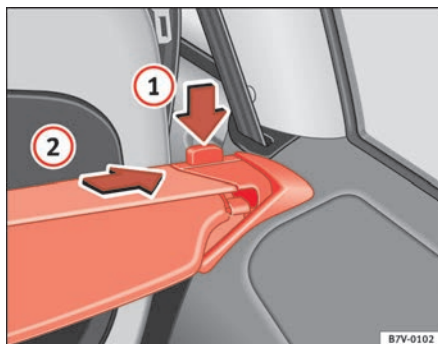

Abb. 114 Gepäckraumabdeckung: rechter Halter
- Drücken Sie die Entriegelungstaste (bei aufgerollter Gepäckraumabdeckung) ⇒ Abb. 114 (1) in Pfeilrichtung und nehmen Sie die Gepäckraumabdeckung nach oben aus der rechten Halterung.
- Ziehen Sie die Abdeckung in Pfeilrichtung (2) aus der linken Halterung heraus und nehmen Sie die Gepäckraumabdeckung aus dem Fahrzeug.